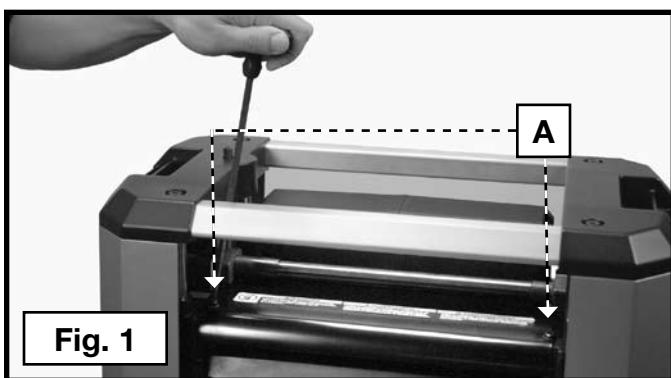

Fig. 1
1. Enlever les deux vis (A), fig. 1, qui fixent le déflecteur de poussière.
5. Pour l'installation du déflecteur de poussière, inverser la procédure. Installer le déflecteur de poussière, étiquette vers le haut et rebord courbé pointant vers le bas (fig. 1).